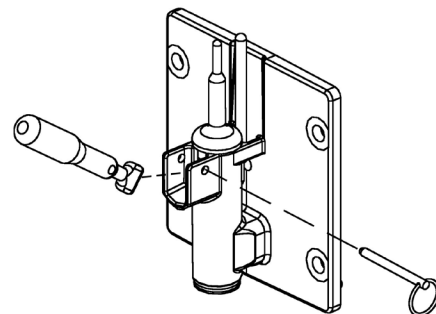

Figura 3-4 Retire el pasador de la espita
- Extraiga el pasador de la espita por su anillo (consulte la Figura 3-4).